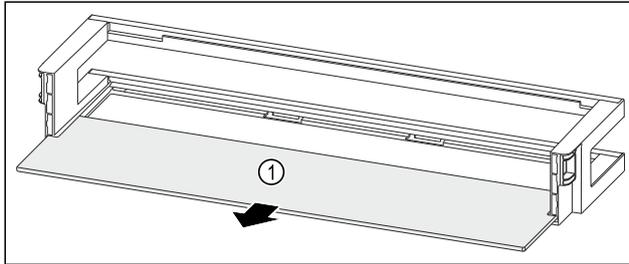

Fig. 109 Türabsteller mit Abstellfläche
- ▶ Abstellfläche Fig. 109 (1) entnehmen.